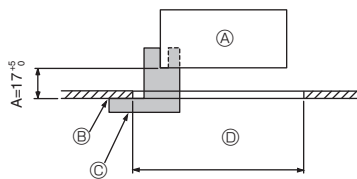
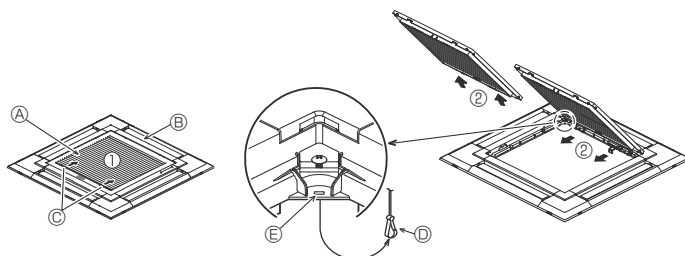
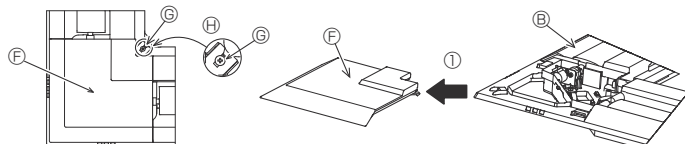

Fig. 9-2
Fig. 9-3
Fig. 9-4
①	Решітка	1	950 × 950 (мм)
②	Клапан установки	1	(Розділений на 4 частини)
③	Гвинт (4 × 16)	1	Для PLP-6EAE, PLP-6EAE, PLP-6EALME2
④	Кутова панель датчика i-see	1	Для PLP-6EAE, PLP-6EAE, PLP-6EALME2
⑤	Безпроводний пульт дистанційного керування	1	Для PLP-6EALM2, PLP-6EALME2
⑥	Тримач пульта дистанційного керування	1	Поставляється, якщо використовується безпроводний пульт дистанційного керування *
⑦	Акумулятори LR6 AA	2	Поставляється, якщо використовується безпроводний пульт дистанційного керування *
⑧	Нарізні гвинти 3,5 × 16	2	Поставляється, якщо використовується безпроводний пульт дистанційного керування *
9.2. Підготовка до прикріплення решітки (Fig. 9-2)
- За допомогою рівня ② поставленого з цим набором, відрегулюйте і перевірте положення основного блока відносно поверхні стелі. Якщо основний блок розміщено неправильно відносно поверхні стелі, це може призвести до витоків повітря або накопичення конденсату.
- Ⓒ Клапан установки ② (вставлений в основний блок)
9.2.1. Демонтаж забірної решітки (Fig. 9-3)
- Перемістіть важелі в напрямку, вказаному стрілками ① щоб відкрити забірну решітку.
- Коли забірна решітка буде у «відкритому» положенні, зніміть петлю решітки впуску з решітки, як показано стрілками ②.
9.2.2. Демонтаж куткової панелі (Fig. 9-4)
- Відкрутіть 4 гвинти на куті. Пересуньте кутову панель у напрямку, вказаному стрілкою ① на рисунку, та зніміть панель.
[Fig. 9-3] [Fig. 9-4]